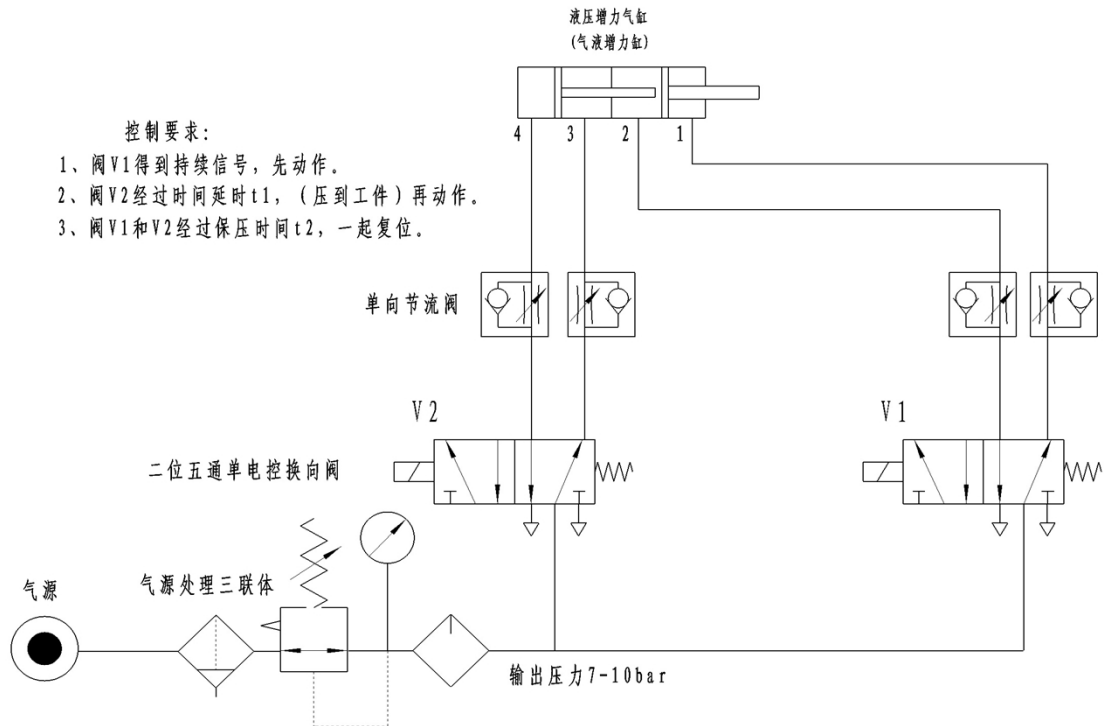

图 5
1.9 按照图 5，放上弹簧和弹簧压垫，并将弹簧预紧，装上六角螺母并拧紧，这个过程不要改变前边已经调节好的调节螺母的高度。最后，在弹簧上抹些润滑脂，装上磁铁和保护罩。磁铁的作用是防止断开气源时，上模受重力下落。保护罩既为弹簧提供导向和润滑，又提供安全防护。至此，机器安装调试完毕。